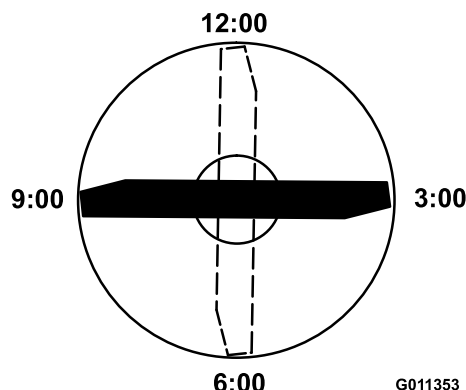

図 100
- ブレードの印の付いているほうの端部を 12 時の位置車両進行方向に向け 図 100、作業台の表面からブレードの切っ先までの高さを測定する。
- 印の付いている端部を 3 時の位置と 9 時の位置に向けて 図 100 それぞれ高さを測定する。